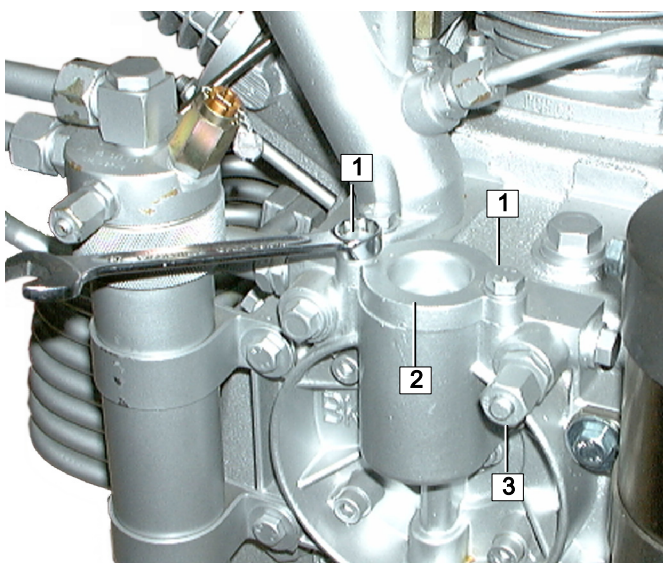

Рис. 30 Отвинчивание крышки
- Удалите оба винта (1, Рис. 30). Снимите крышку (2).
- При работающем компрессоре и открытом клапане выпуска конденсата снимите запорный колпачок (3, Рис. 30) и подождите, пока не начнет выходить масло без воздушных пузырьков. Поставьте колпачок на место.